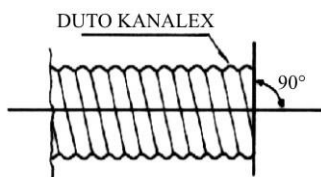

Figura 21
- a) Cortar las extremidades de los ductos por unir, formando un ángulo de 90° en relación al eje longitudinal, utilizando la conexión I como guía de corte, sin dejar ninguna rebaba (Figura 21).